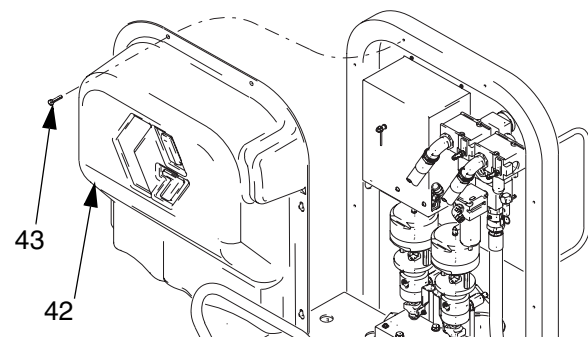

FIG. 3
2. Saque la tapa del colector de aire (42). FIG. 3.
2. Saque la cubierta del colector (42). FIG. 3, página 16.